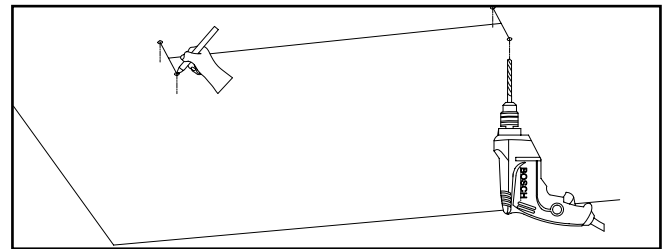

Figure 10.
- Suspendez le câble d'aéronef avec les ancrages appropriés. (Ancrages non inclus). Voir les figures 10 à 14.